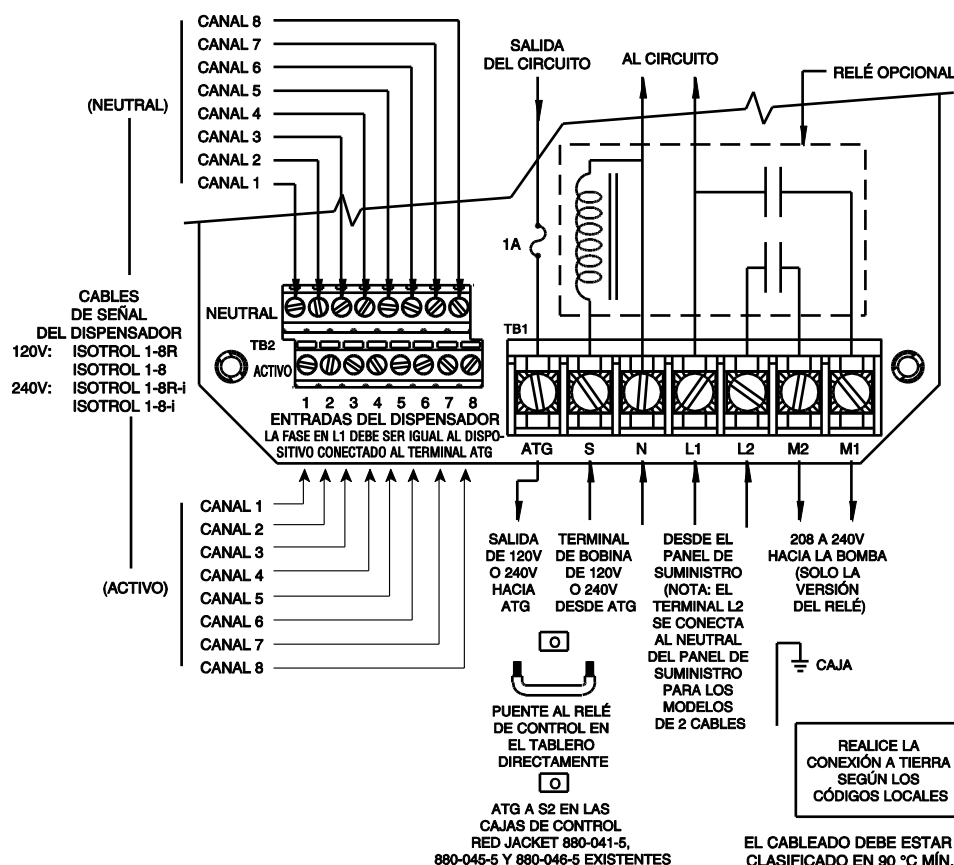
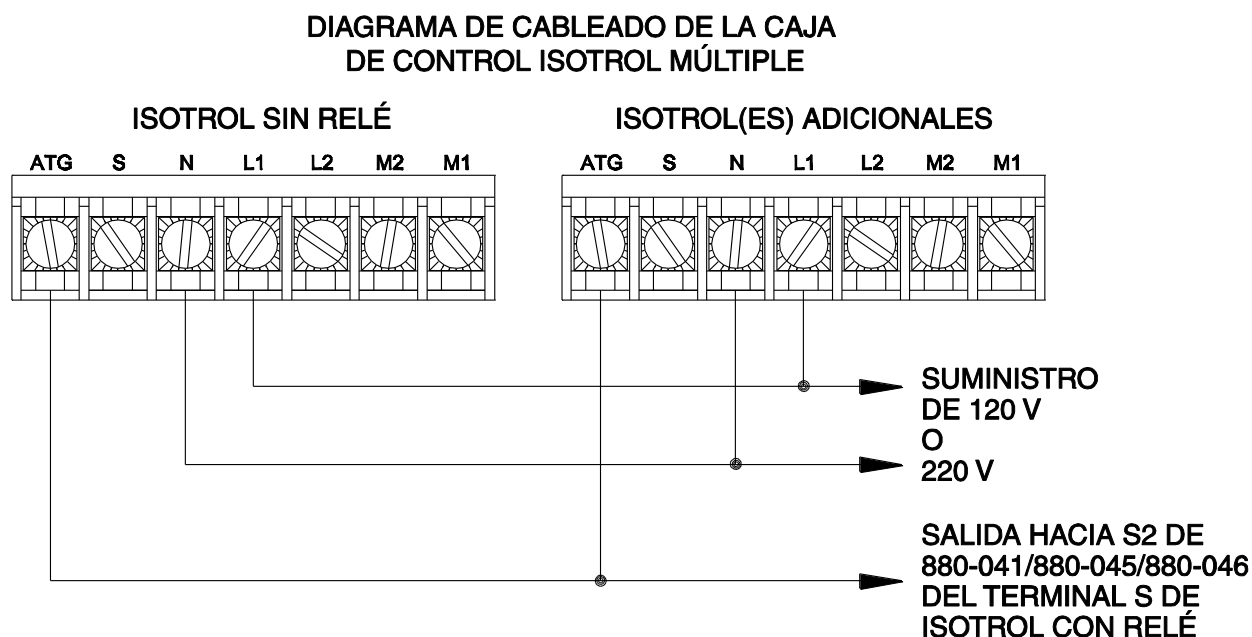

Figura 1
Figura 2
El voltaje en la descripción del dispositivo anterior identifica la energía del panel de circuitos, los niveles de señal de entrada del dispensador y la clasificación de bobina para el relé opcional. Las cajas de control con relés instaladas tienen contactos clasificados como DPST 30A, 240V, 50/60 Hz. Consulte la Figura 1 para hacer las conexiones eléctricas correctas a la caja de control.
3. Utilice la Figura 1 anterior o el diagrama de la parte interior de la tapa de la caja para conectar la energía de entrada a los terminales L1, L2 y N de TB1 (10 a 18 AWG). Una conexión al terminal L2 solo es necesaria en las unidades que tienen un relé. Para las instalaciones de múltiples cajas, consulte la Figura 2.